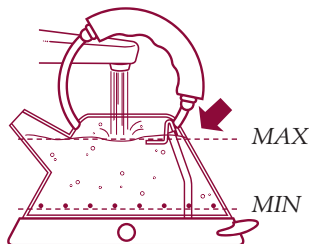

Fig. 6
- Ikke overskrid maksimumsnivået på 1,5 liter (denne grensen blir vist av nivåmåleren for maksimumsnivå på innsiden av vannkokeren (fig. 6). Hvis du fyller i vann over maksimumsnivået, kan du risikere at det kokende vannet renner ut av tuten og du kan risikere forbrenninger.